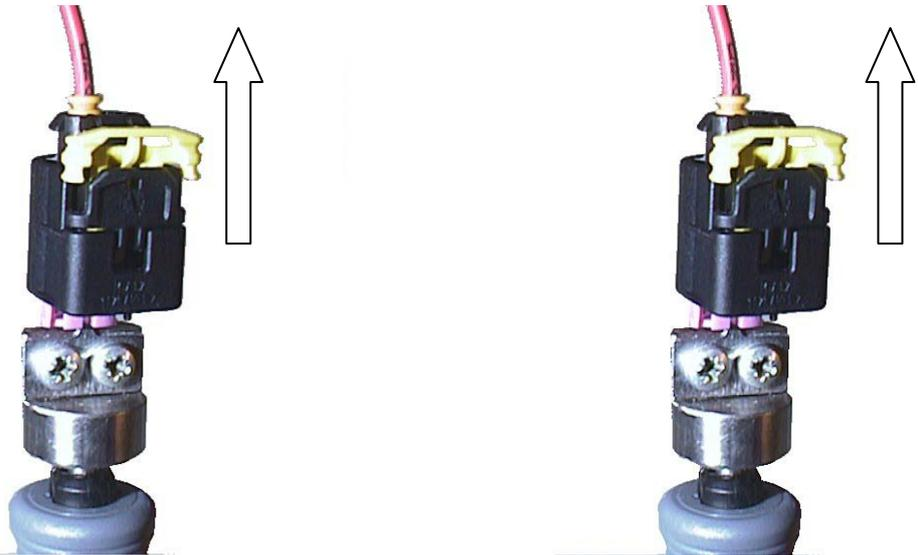

Fig. 9: Disassembling the terminals (Female Connector 2-way with Locking hook and CPA)
- Kontakt am Kabel nach hinten herausziehen (Abb. 9).